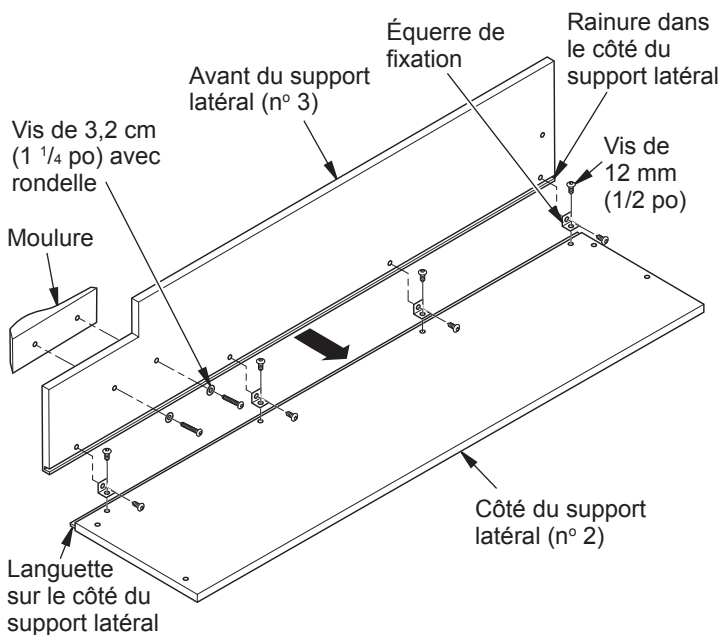

Figure 1 - Assemblages des support latéraux (côté droit illustré)
2. À partir des côtés arrière des devants des supports latéraux, fixez les moulures à l'aide de deux vis de 3,2 cm (1 1/4 po) et des rondelles. Voir figure 1.
1. Placez le panneau du côté droit (n° 2) face en dessous sur une surface coussinée pour éviter toute égratignure du fini. Montez quatre équerres de fixation avec les vis de 12 mm (1/2 po) sur le panneau du côté droit (n° 2) en laissant les vis un peu desserrées. Les équerres de fixation doivent faire face au côté de la languette (voir figure 1). Placez le support latéral du côté droit sur le côté droit (n° 2) en faisant correspondre la rainure du support
latéral à la languette sur le côté, comme illustré à la figure 1. Alignez les trous filetés avec les équerres sur le côté. Insérez quatre vis de 12 mm (1/2 po) dans les équerres de fixation. Alignez la base de l'assemblage des côtés et du support latéral pour qu'ils s'affleurent. Maintenez ces pièces fermement pendant que vous serrez (mais ne serrez pas à fond) les vis.